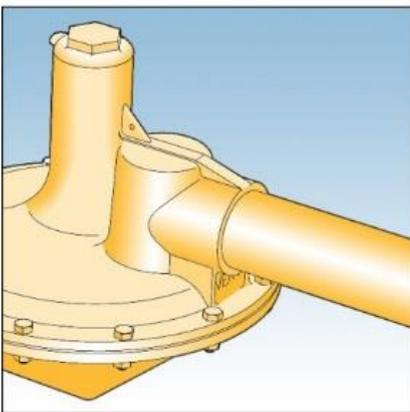

Fig. 3
2. Conecte a linha de vent (2"), usando a vedação aprovada pela norma nacional, e leve a tubulação para a atmosfera, de acordo com a norma nacional. Garanta que a água não possa penetrar na tubulação do vent. Veja Fig. 3.